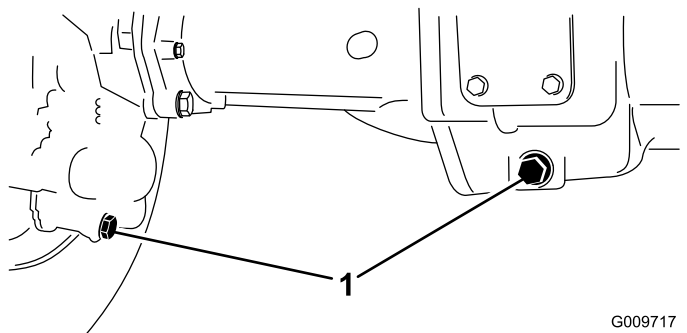

Figura 67
2. Limpie la zona alrededor de los tres tapones de vaciado, uno en cada extremo y uno en el centro (Figura 67).